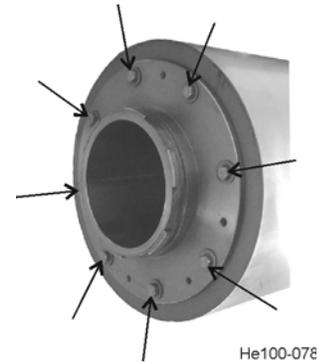

Figura 33 - Desmontaje del tubo de los pernos de la camisa
5. Retire los ocho (8) pernos de 3/8 de pulgada que sujetan el tubo removible en la camisa. Consulte Figura 33.